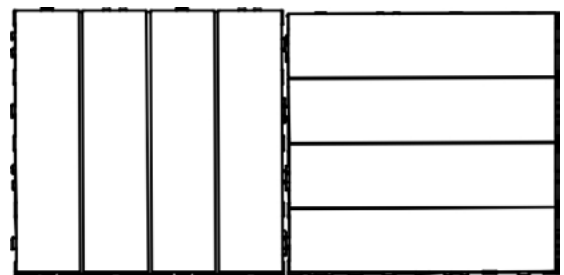

图 6
- 4 如图 6 所示，您可以轻轻抬起 1 块地板后，再将地板从上向下扣好，这样更容易安装。